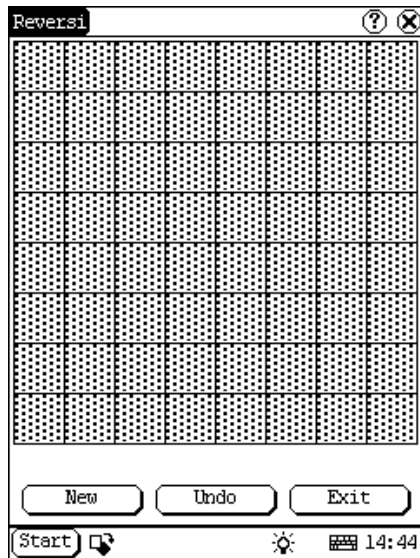

Abb. 4-14
- 1) Im Pop-up-Untermenü von 'Spiel' wählen Sie 'Reversi', um das Schachbrett zu öffnen. (Siehe Abb. 4-14)